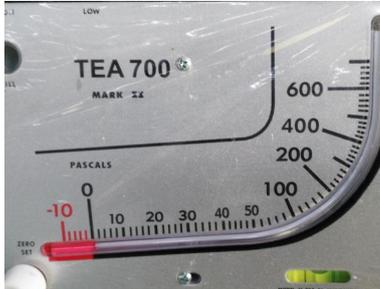

图 1
2、检查压力表红色液面是否在“0”位（如图1所示）。如在“0”位方可开机，如不在“0”位则调节“zero set”钮进行校正。